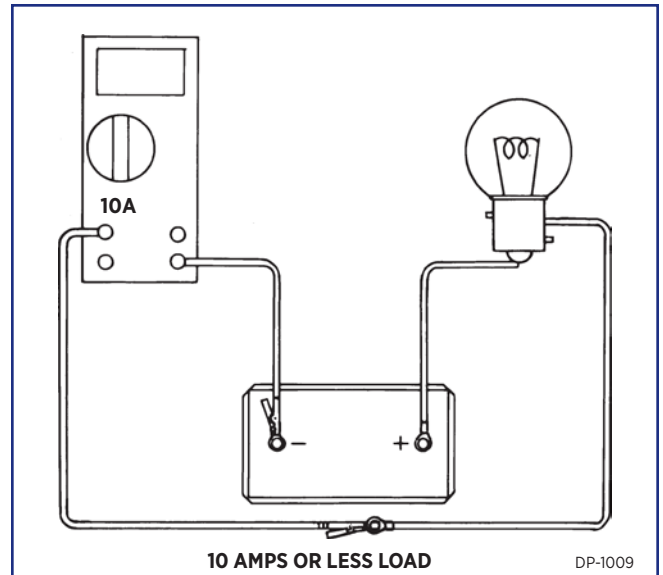

图 1-4.直插式数字电流表
1-19. 电压表的使用. 图1-4到1-6说明了各种类型电流表的使用方法。
1. 图1-4说明了直插式数字电流表的使用方法。请注意，必须断开电路才能使用此类仪表。所示装置类型为内部分流器，通常用于10安培或更小的负载。必须注意不要测量大于电表额定值的电流。对于本手册中描述的大多数测量，不建议使用这种类型的电流表。但是，如果这是唯一可用的类型，请务必按照仪表制造商的指引进行连接和使用。